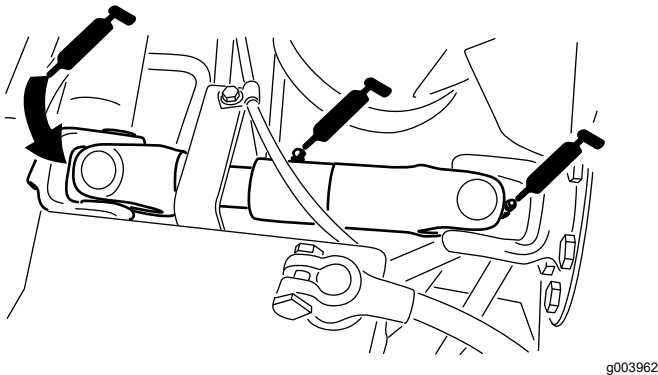

Figure 41
- Joint de cardan d'arbre d'entraînement de pompe (3) – Figure 41